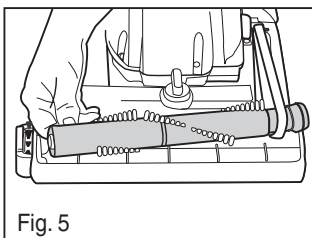

Fig. 5
- 5) Inserte el extremo izquierdo del cepillo de rodillo primero. Cerciórese de que la tapa del extremo encaje en la base (Fig. 5). Jale el lado derecho del cepillo de rodillo para estirar la banda, e inserte la tapa del extremo derecho en la base. Cerciórese de que se deslice a su sitio.